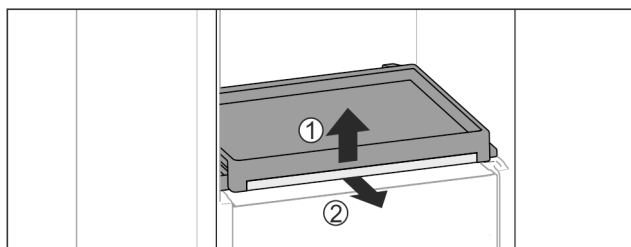

Fig. 49
- ▶ Vyjměte vysouvací přihrádku se skleněnou deskou: Skleněnou desku vpředu lehce nadzvedněte Fig. 49 (1) a vytáhněte dopředu Fig. 49 (2).